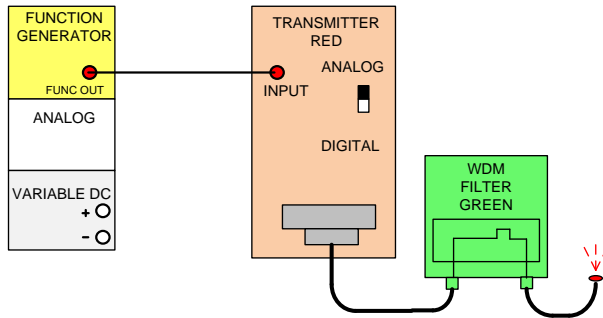

Рис.5. Схема соединений оптического модуля передачи с зеленым светофильтром
13. Замените красный светофильтр **зеленым**. Соберите схему соединений, как показано на рис. 5.